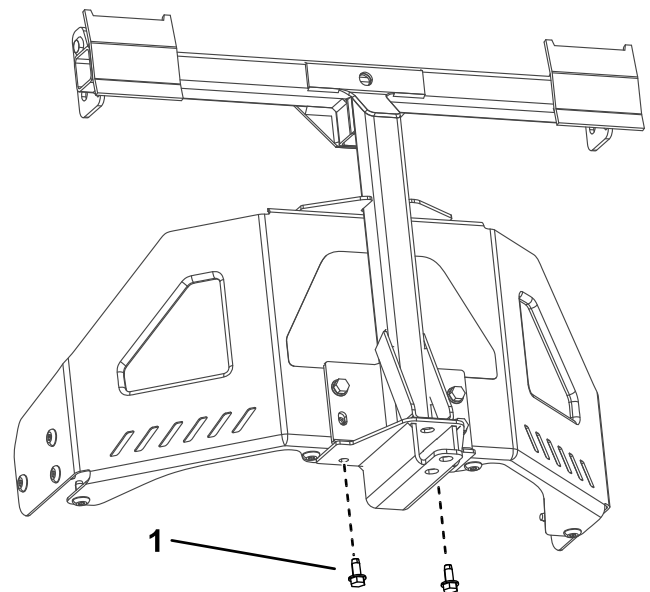

**Figura 8**
- Instale el bastidor de giro en el bastidor de la máquina según se muestra en Figura 8. Sujete el bastidor de giro al bastidor de la máquina usando 2 pernos (5/16" x 1") y 2 contratuercas (5/16").